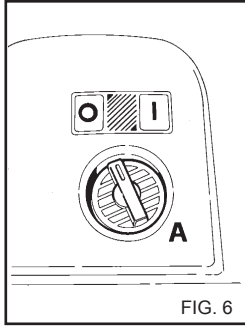

FIG. 6
2) Включите мойку, откройте кран подачи моющего средства, рис. 6В, на пистолете включите подачу моющего средства, и нанесите его на поверхность, распределяя снизу вверх.